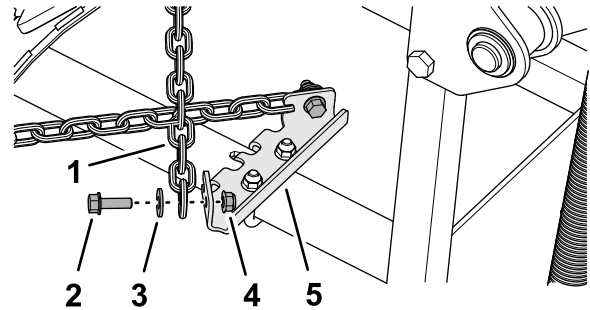

Figure 14
1. Croisez les chaînes attachées au-dessus de la barre d'attelage (Figure 14).
3. Fixez la chaîne sur la patte de butée à l'aide d'un boulon à embase (5/16 x 1 po), d'une rondelle (3/8 x 7/8 po) et d'un contre-écrou à embase (5/16 po), comme montré à la Figure 14.